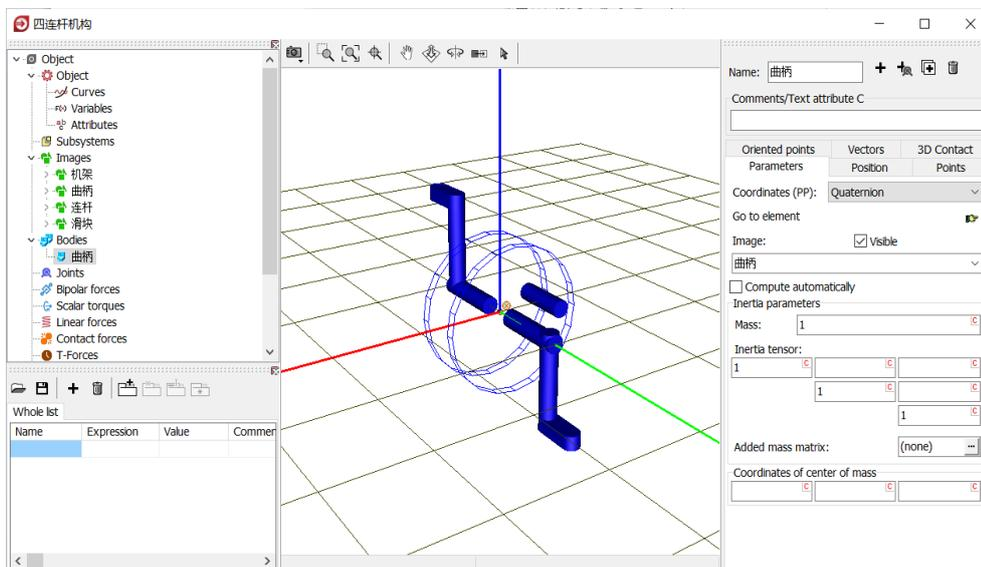

图 2-50
- 6) 创建第一个刚体**曲柄**，从 **Image** 下拉菜单选择几何**曲柄**，设置质量 (1) 和转动惯量 (1, 1, 1) 参数，如图 2-50。